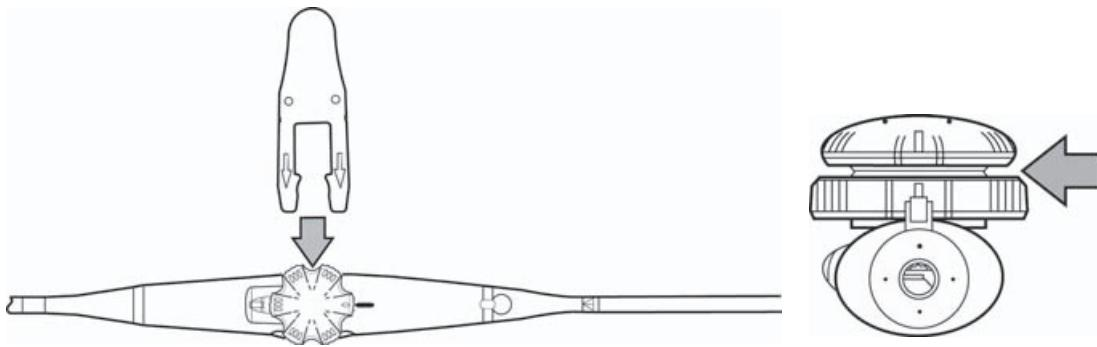

Figura 5 Inserção da ferramenta de teste de perfuração.
- 1 Insira a ferramenta de teste de perfuração sob o controlador do plano de varredura conforme mostrado na **Figura 5**. A ferramenta de teste de perfuração acompanha o transdutor TEEexp e o TEExi.